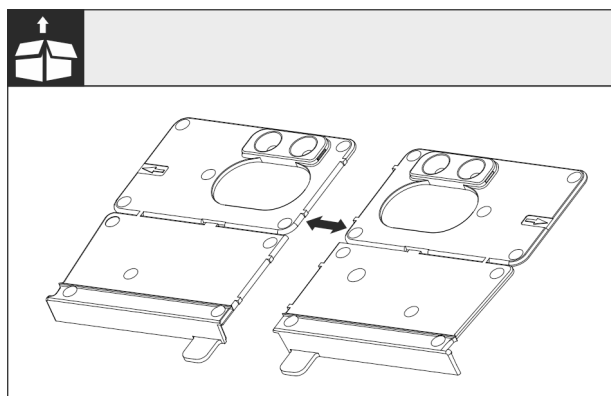

Fig. 27
- Separați suportul montaj la bază Fig. 27 () de perforație.